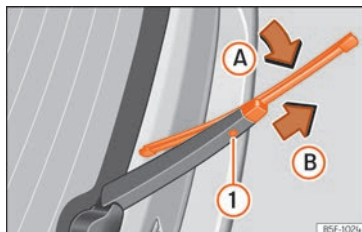

Abb. 42 Scheibenwischerblatt der Heckscheibe auswechseln.
- Wischerblatt leicht drehen »» **Abb. 42** (Pfeil **A**).